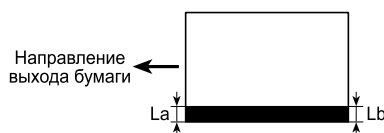

Рис. 19. Параметры регулировки вертикального перекося копии
3. Измерьте участки черного фона на переднем и заднем краях копии (см. рис. 19). Если ширина La равна ширине Lb , регулировки не требуется;